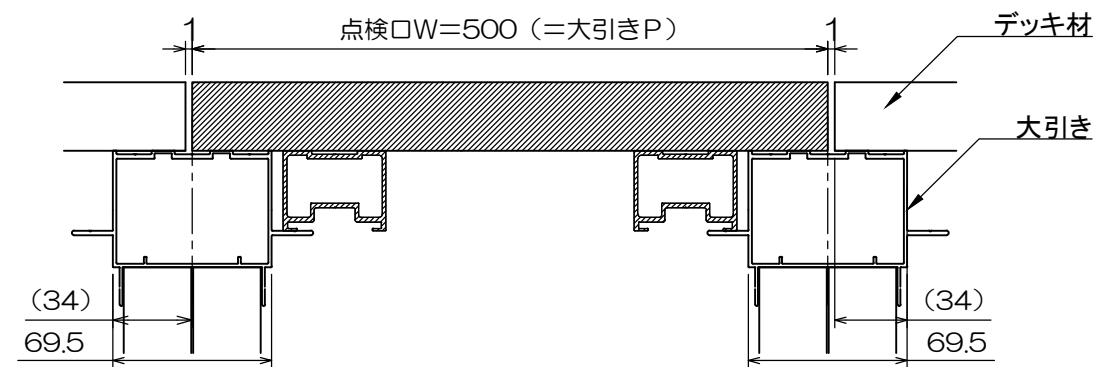

図1.デッキと点検口の納まり
- デッキシステムと点検口の寸法の取り合いは、図1を参照してください。